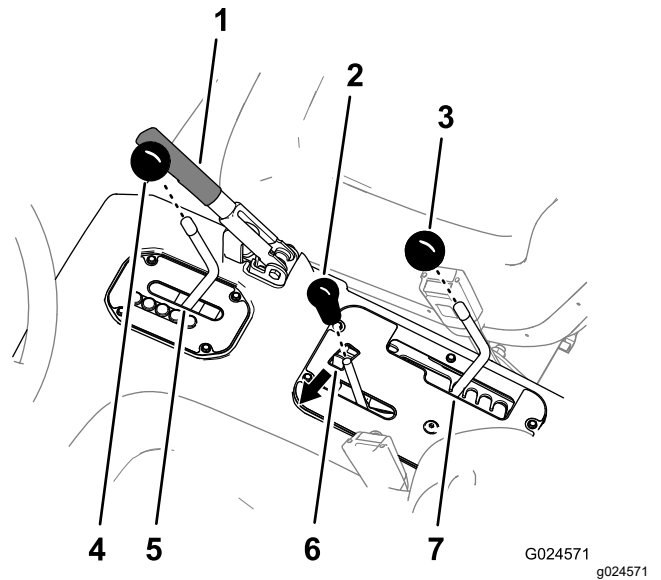

Figure 4
1. Enlevez le pommeau de tous les leviers de la console et du levier de vitesse en les tournant dans le sens antihoraire (Figure 4).